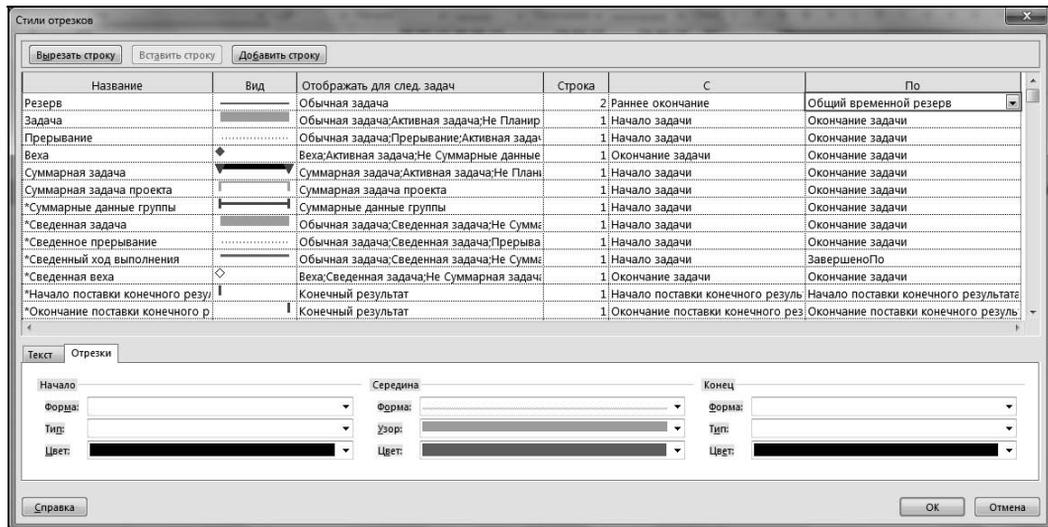

Рис. 7.3. Вид окна форматирования полосок задач с выделением общего резерва времени
9. В ячейке **По** выбрать значение **Общий временной резерв**. Диалоговое окно при этом примет вид, показанный на рис. 7.3.